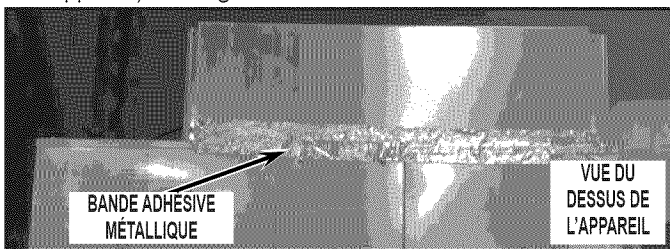

FIGURE 2
**REMARQUE :** Repérer la position de la bande adhésive métallique à l'arrière de la niche (couvercle supérieur de l'appareil), puis la retirer ou la couper pour dégager la niche (couvercle supérieur de l'appareil) Voir *Figure 2*.